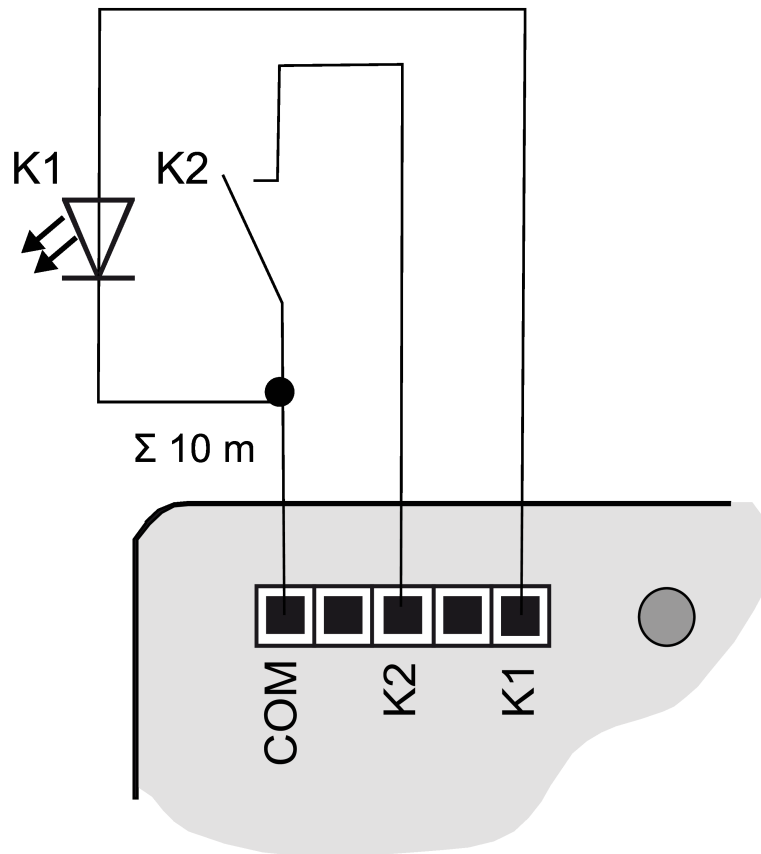
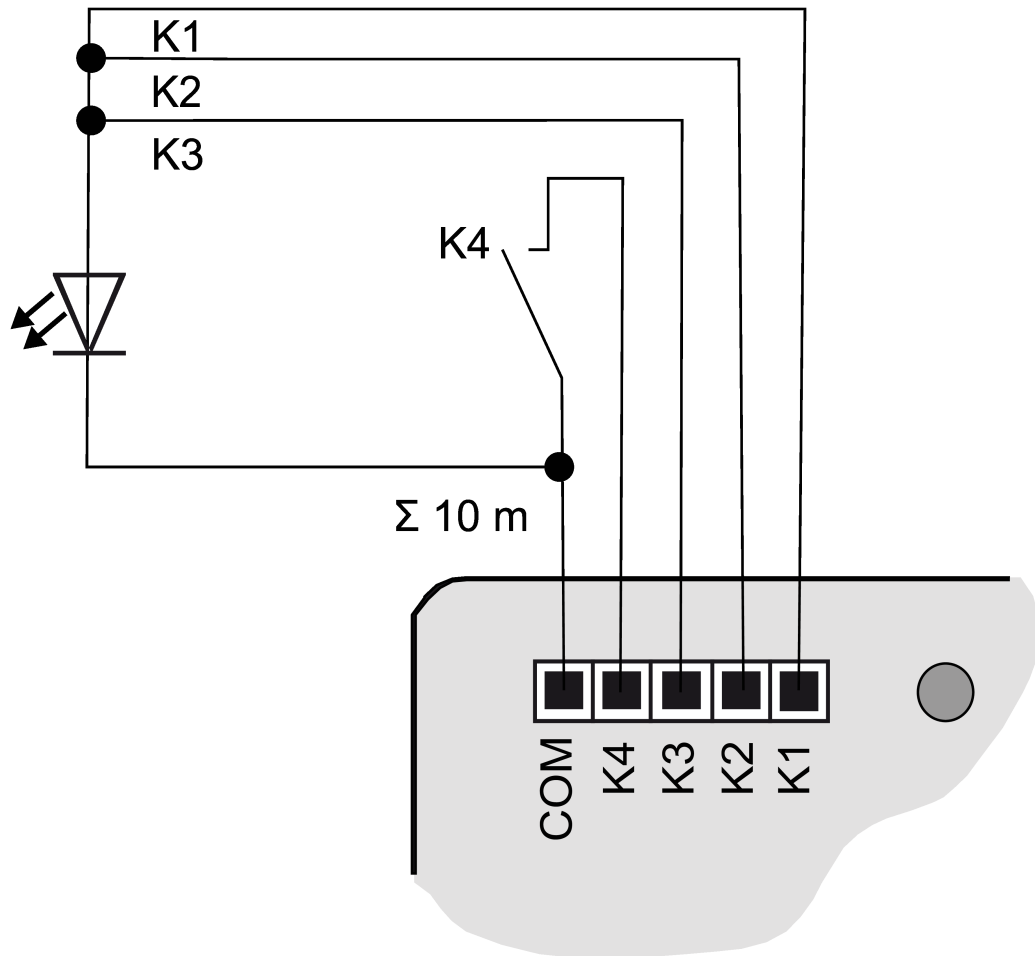

Bild 6: Anschlussbeispiel Tasterschnittstelle 2fach
Bild 9: Anschlussbeispiel mit parallelgeschalteten Ausgängen
- Taster, Schalter, Kontakte oder LED gemäß Anschlussbeispiele mit beigelegten Anschlussleitungen (4) anschließen (siehe Bild 6) bis (siehe Bild 9). Die Anschlussbeispiele zeigen die Verwendung mit Eingängen und Ausgängen.
- i** Zur Erhöhung des Ausgangsstroms können Ausgänge bei gleicher Parametrierung auch parallel geschaltet werden, im Beispiel (siehe Bild 9) K1-K3 sind hier parallel geschaltet.